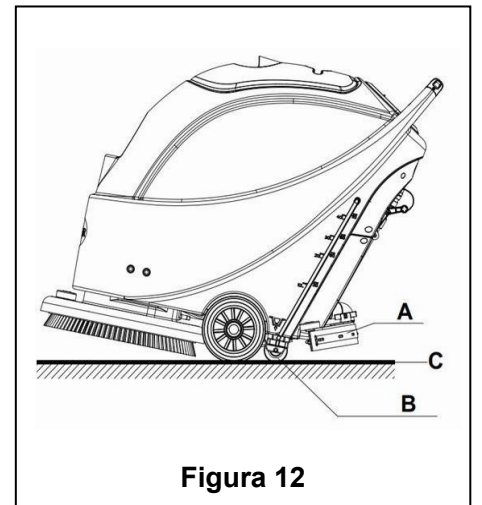

Figura 12
8. Liberte o interruptor de segurança (1) para desligar o suporte de escova/almofada e a válvula solenóide.
9. Pressione o interruptor de bomba de vácuo (42) para a posição "O", e a bomba do vácuo irá atrasar por 5 segundos antes de parar de funcionar.
10. Pressione o interruptor de controlo de volum de fluxo de água (44) para a posição "O" para desligar completamente o funcionamento da válvula solenóide.
11. Pressione o interruptor de energia (41) para a posição "O".
12. Utilize o puxador de elevação do squeegee (14) para elevar o squeegee.
13. Agarre o guião (2) e incline gentilmente a máquina para trás até a roda guia (B) tocar no chão. Veja a Figura 12.